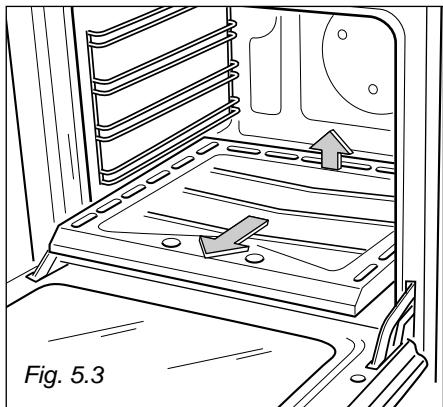

Fig. 5.3
- Sollevare e togliere il pannello in basso all'interno del forno (fig. 5.3)